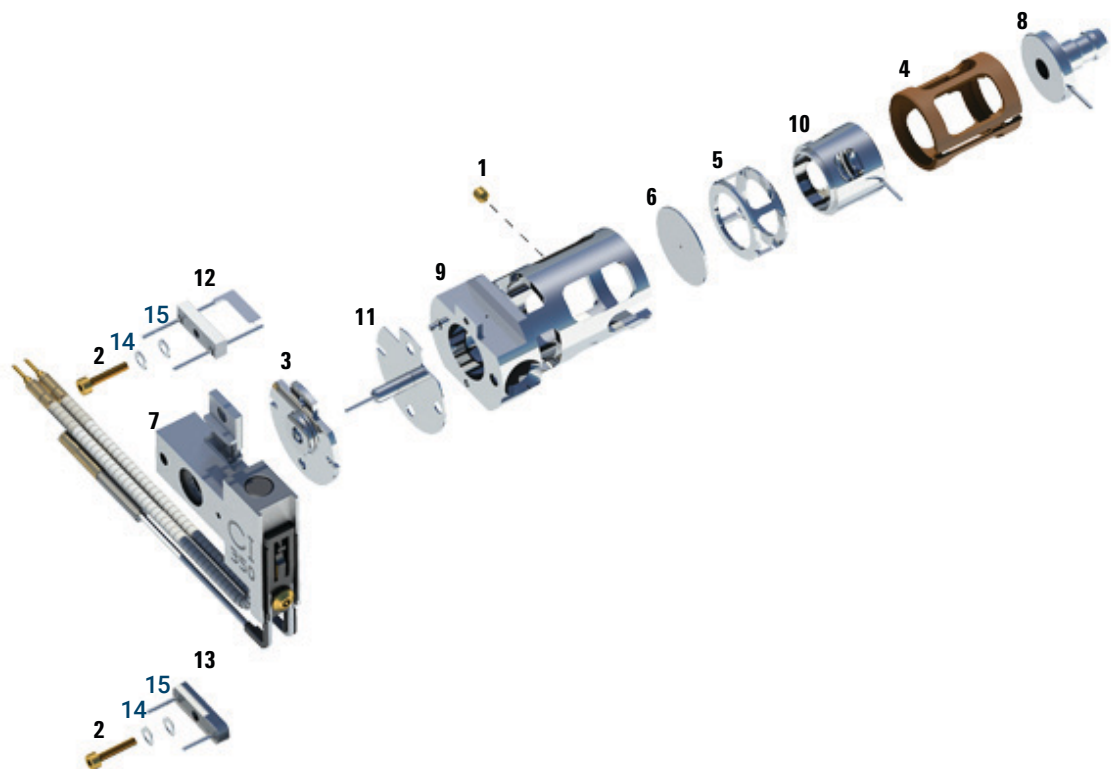

Figure 79. Vue éclatée de la source CI
Se reporter à la vue éclatée des pièces et à la liste des pièces de la source CI en suivant cette procédure. (Voir **Figure 79** et **Tableau 20** page 266).
- 1 Monter la lentille de focalisation d'ions, la lentille d'entrée et l'isolant de lentille. (Voir **Figure 79** et **Tableau 20** page 266).
- 2 Faire glisser le disque d'extraction et le cylindre d'extraction dans la source. (Voir **Figure 79** page 266.)
**Tableau 20** Liste des pièces de la source CI (Figure 79)
Tableau 20 Liste des pièces de la source CI (Figure 79) (suite)